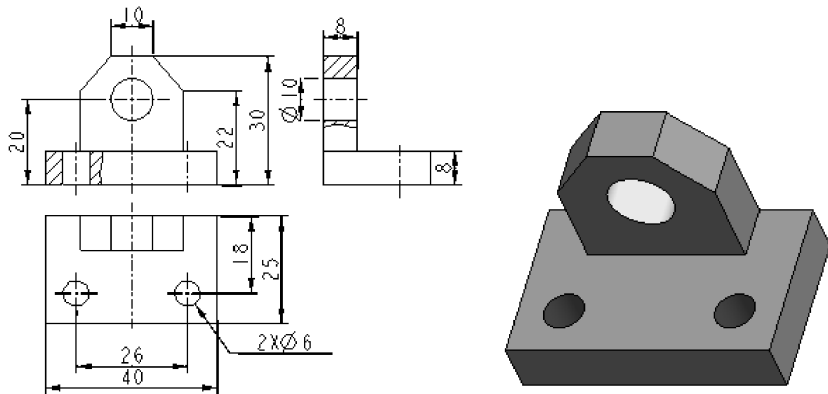

图 4-174 支架零件
(1) 新建文件夹“\习题\第4章”，启动 Creo/Pro 5.0 后，设置工作目录为“\习题\第4章”。本章习题全部保存在该文件夹中。
(2) 创建如图 4-174 所示的立体模型，文件名为“xiti4-2-2. prt”。